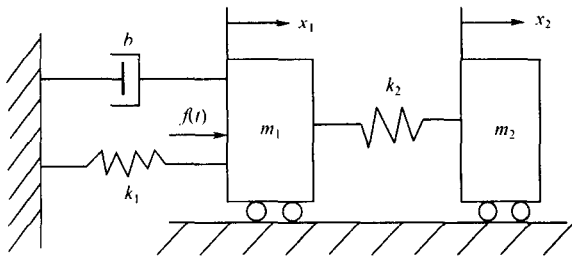

图2-1 弹簧-质量块
1. 图2-1中, m_1 、 m_2 是质量, x_1 、 x_2 是位移, b 是黏性阻尼系数, k 是弹簧弹性系数, 外力 $f(t)$ 是输入量, x_1 是输出量。写出系统的微分方程和传递函数。若 $f(t) = a \sin \omega t$, 选择 m_2 和 k_2 的参数, 使 m_1 不再振动。